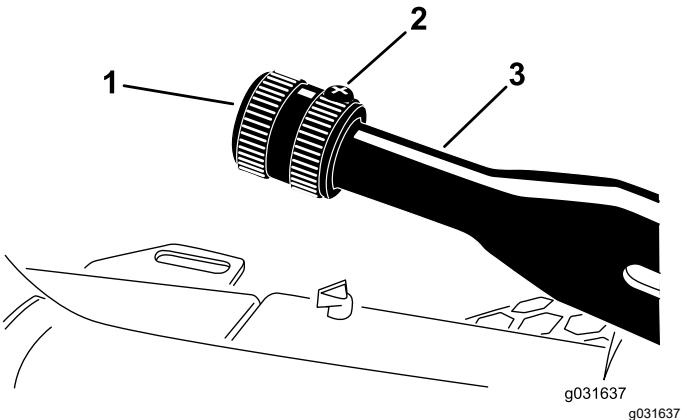

Figura 59
1. Desaperte o parafuso de afinação que fixa o manípulo à alavanca do travão de estacionamento (Figura 59).